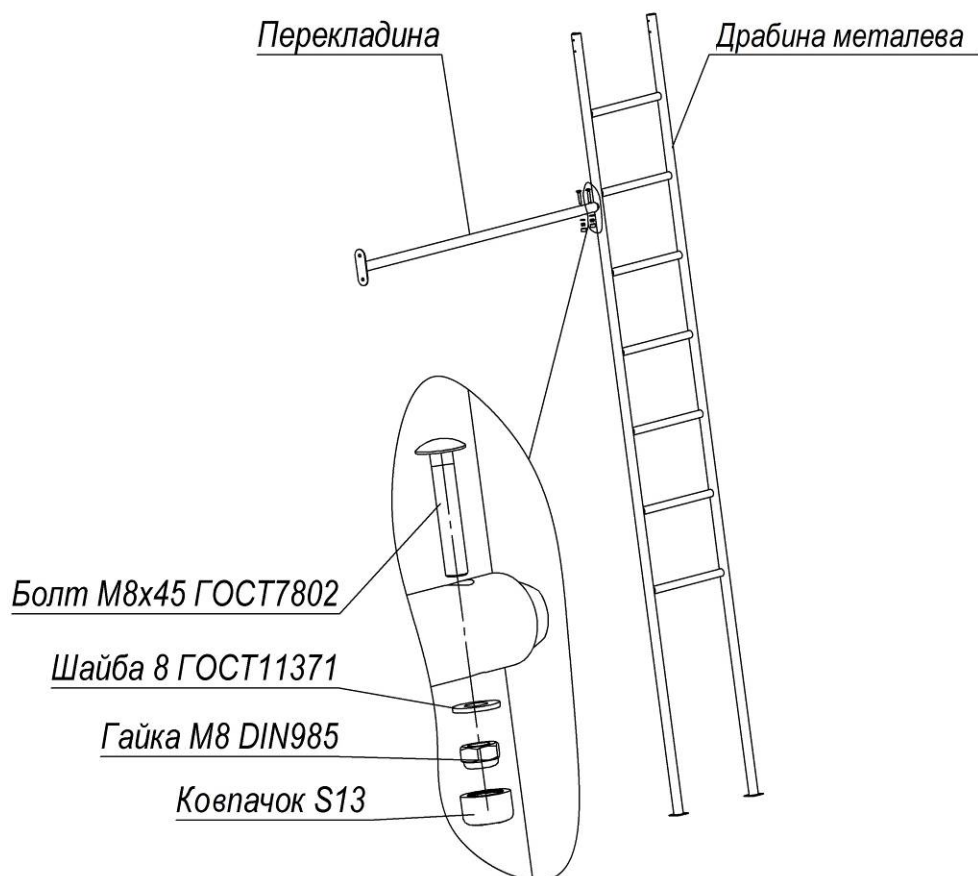

Рис.7
- 10) Приєднати гімнастичну поперечину до металевої драбинки, як показано на рис.7. Даний вузол розмістити між брусами, як показано у додатку (в специфікації спортивного комплексу вузол вказано у зібраному стані).